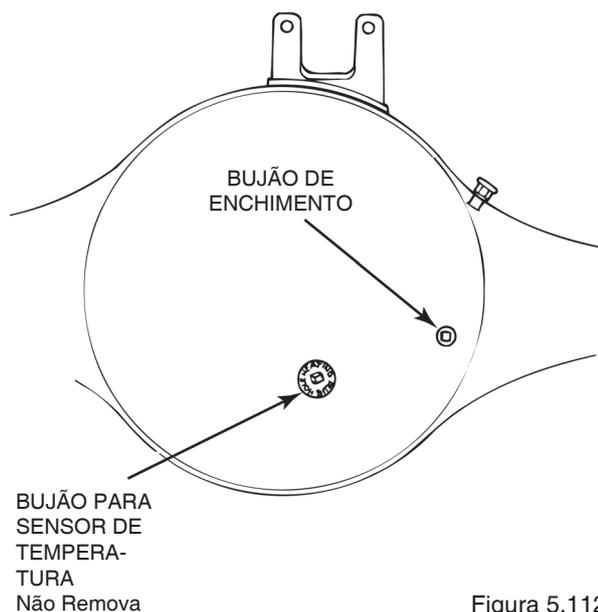

Figura 5.112
2. Remova o bujão de enchimento do lado da tampa da carcaça do eixo. Figura 5.112.